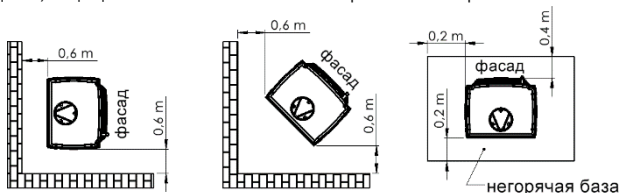

Рис. 2. Безопасное расстояние от печи
- печь поместить на несгораемой поверхности, которая выходит за пределы печи на мин. 0,4 м, считая от передней части печи, и мин. 0,2 м, считая от боковых и задней стенки печи (см. рис. 2),